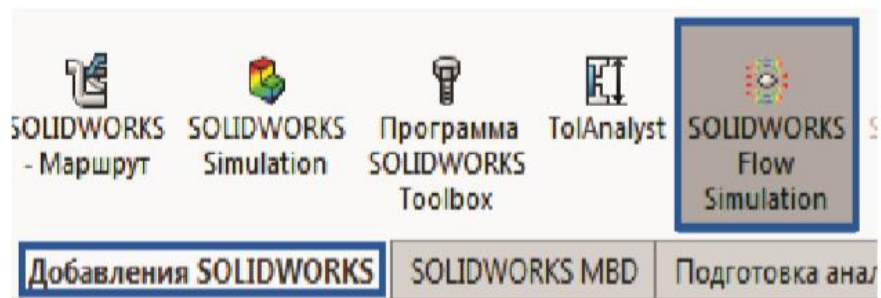

Рис.3 – Додавання SOLIDWORKS
2. Далі у вкладці «Додавання» Solidworks у меню, що розкрилося об'єктом SOLIDWORKS Flow Simulation (рис.3).